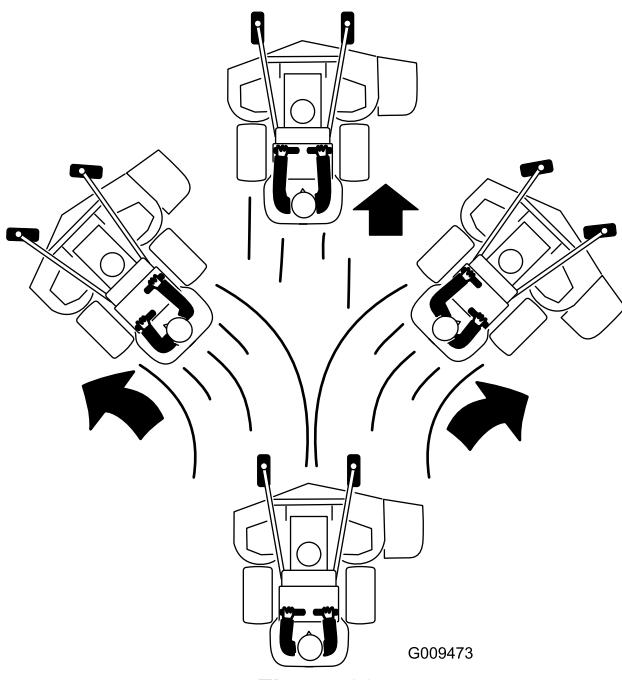

Figure 22
- 4. Poussez les leviers de commande de déplacement lentement en avant (Figure 22).